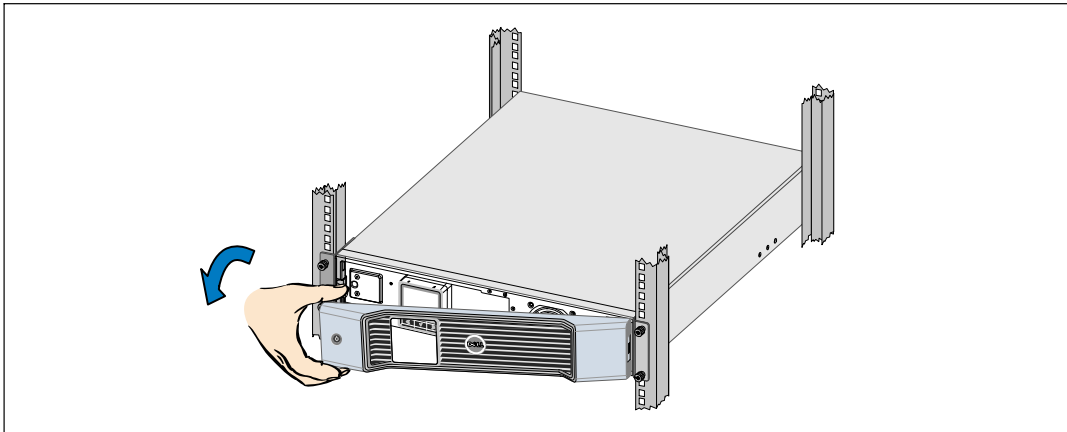

Рис. 34. Снятие передней крышки ИБП
- 3 Снимите переднюю крышку ИБП (см. Рис. 34).